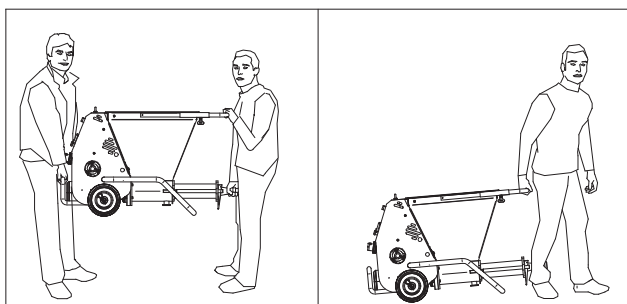

FIG.3
8. TRASPORTABILITÀ (vedi fig.3/4)